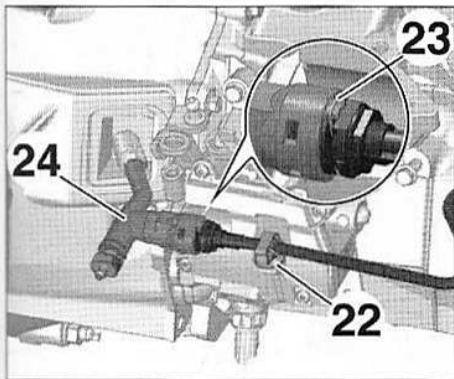

FIG.115
- Déposer (Fig.115) :
- la fixation (22),
- l'agrafe (23).
- Ecarter la canalisation hydraulique d'embrayage (24).